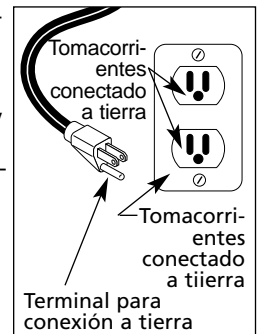

Figura 2
3. Este producto está diseñado para circuitos de 120 voltios y tiene un enchufe similar al de la Figura 2. Cerciórese de conectar el producto a un tomacorrientes que tenga la misma configuración del enchufe. No debe utilizar un adaptador para conectarlo al tomacorrientes.